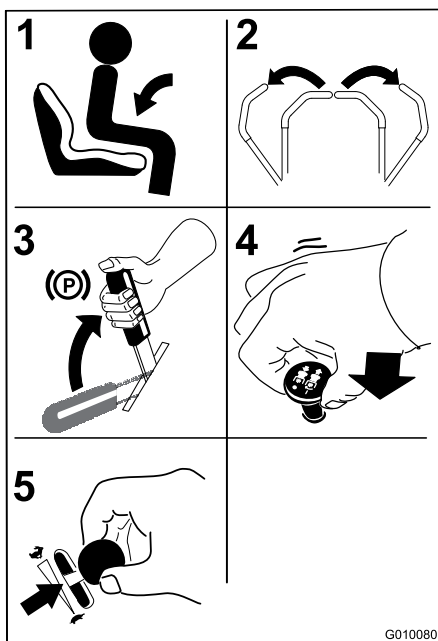

Bild 15
1. Nehmen Sie auf dem Sitz Platz (Bild 15).
2. Stellen Sie die Fahrtriabshebel in die arretierte Leerlauf-Stellung (Bild 15).
3. Aktivieren Sie die Feststellbremse (Bild 15); siehe „Aktivieren der Feststellbremse“.
4. Stellen Sie den Zapfwellenantriebsschalter (ZWA) auf die Aus-Stellung (Bild 15).